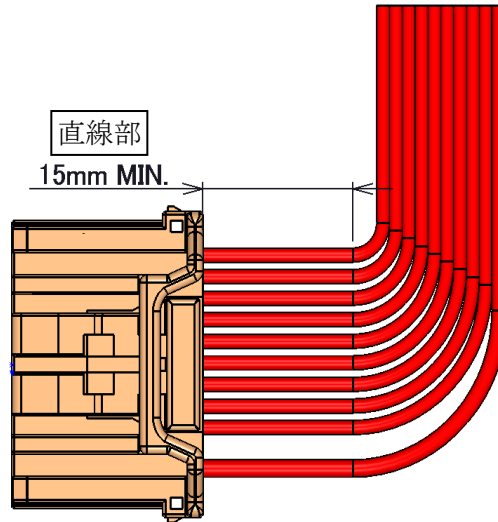

図 42.電線引き出し方法
- ①電線を横に引き出す場合は、ハウジングホールの中でメス端子が傾いたり、メス端子と側壁に過度な力が掛からない様に、図 42 に示すように直線部(最低 15mm)を設けて下さい。
- ②直線部を設け、任意の R で電線を曲げて横方向に引き出してください。